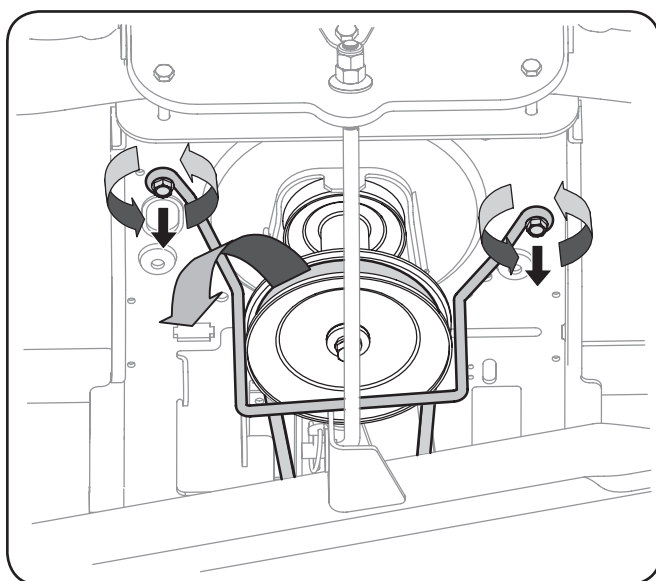

Figura 7-1
3. Busque la toma de fuerza de embrague bajo la parte frontal del tractor. Ver Figura 7-1.
4. Retire la cinta de la guardia y el cinturón de la siguiente manera Refiérase a la Figura 7-1:
5. Replace the belt guard. See Figura 7-1.